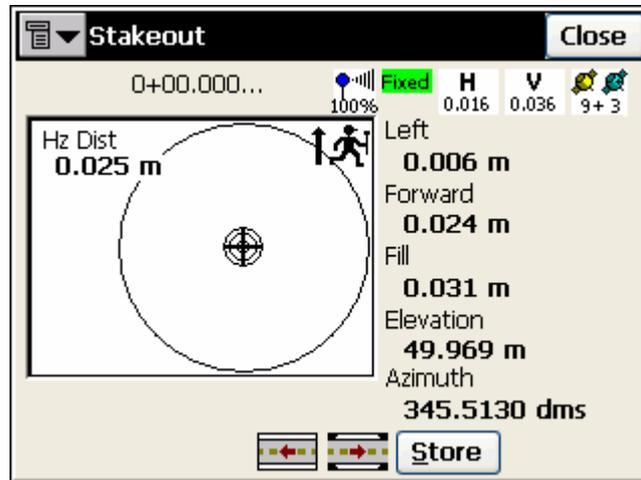

Рисунок 7-35. Вынос в натуру при работе с GPS+ приемником
7. При работе с GPS+ приемником: при нахождении выносимой точки на местности руководствуйтесь информацией, приводимой в окне **Stakeout (Разбивка)**. Когда Вы подойдете достаточно близко к необходимой позиции, нажмите **Store (Сохранить)** (рис. 7-35).